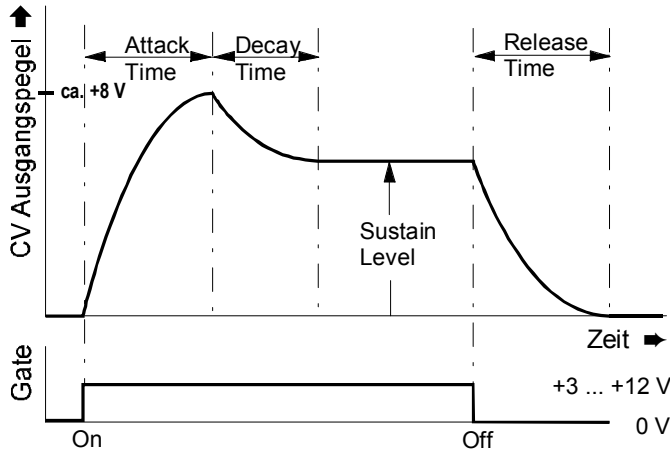
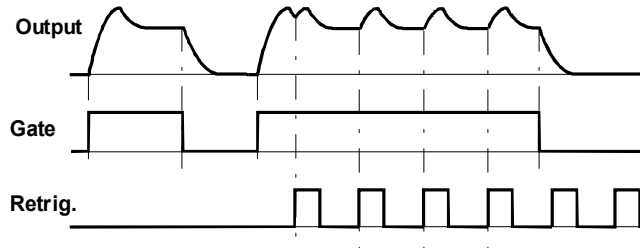

Abb. 1: ADSR-Hüllkurve und ihre Parameter
Abb. 2: Hüllkurve mit Retrigger-Funktion
Die Form der Hüllkurve ist durch die vier Parameter **Attack**, **Decay**, **Sustain** und **Release** eindeutig beschrieben (s. Abb. 1). Die Hüllkurvenparameter sind sowohl **manuell** als auch **per Steuerspannung** an den entsprechenden CV-Eingängen (mit Abschwächer) einstellbar.
Der VCADSR bietet weiterhin eine **Retrigger-Funktion**, d.h. die Hüllkurve wird - während Gate aktiv ist - mit jedem **Trigger-Impuls** an der Retrigger-Buchse neu gestartet (s. Abb. 2).
- ① **CV A** : Eingang für Attack-Steuerspannung
- ② **CV D** : Eingang für Decay-Steuerspannung
- ③ **CV S** : Eingang für Sustain-Steuerspannung
- ④ **CV R** : Eingang für Release-Steuerspannung
- ⑤ **Gate** : Eingang für Gate-Signal
- ⑥ **Retrig.:** Eingang für Retrigger-Signal
- ⑦ **Output:** Ausgang
Der VCADSR liefert an seinem Ausgang einen Steuerspannungsverlauf - die sogenannte **Hüllkurve** - sobald ein Gate-Signal am Gate-Eingang ⑤ anliegt (s. Abb. 1).
⑥ Retrig.
Die Buchse ⑥ ist der **Retrigger-Eingang** des VCADSR's. Hier können Sie z.B. die Signale eines LFO's zuführen. In diesem Fall wird der VCADSR *während der Dauer des Gate-Signals* mit jedem Trigpuls des LFO's erneut getriggert (s. Abb. 2).
⑦ Output
Am **Ausgang** ⑦ steht die durch die Parameter Attack, Decay, Sustain und Release definierte Hüllkurve zur Verfügung, sobald der VCADSR getriggert wird (s. Abb. 1).